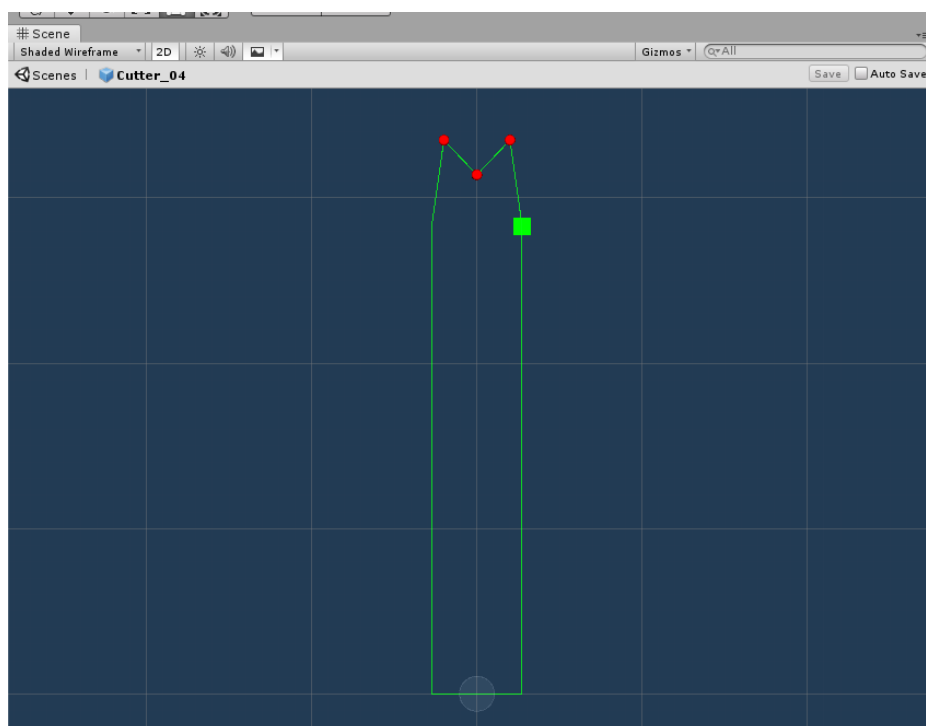

Рисунок 4
3. Size – размер полотна стамески (рисунок 4).
Размер полотна стамески можно менять в окне «Scene» зажав мышкой на зеленый квадрат (вверху справа) перетаскиваем его и меняем параметр «Size» (рисунок 4).